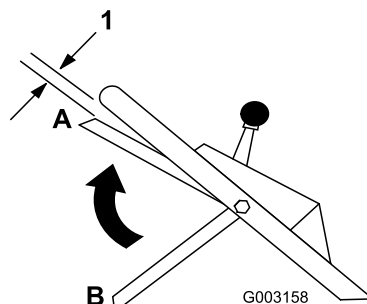

Figura 17
9. Levante la barra de control de la cuchilla hasta 2,5 cm (1 pulg.) aproximadamente del manillar; consulte la posición A en Figura 17.